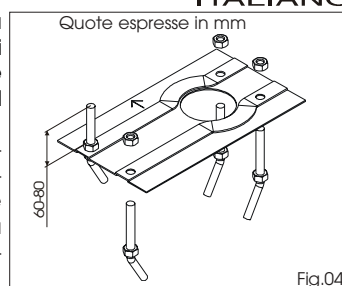

Fig.04
- 1) Assemblare la piastra di fondazione come da Fig.04.